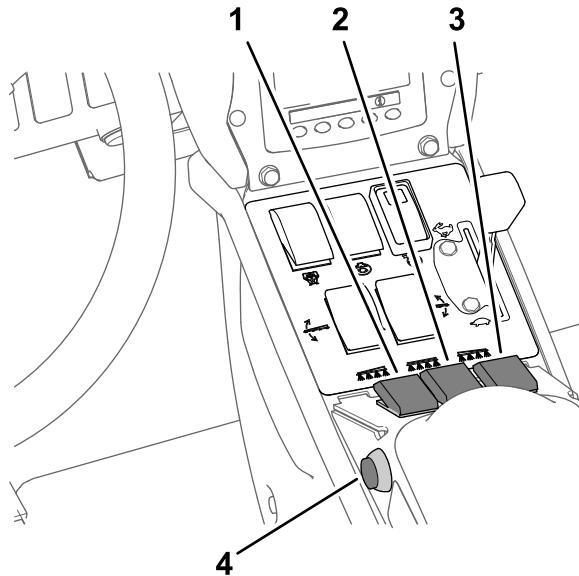

図 39
7. 個別ブームスイッチを ON にセットする図 39。
10. 走行を開始し、所定速度に達したらマスターームスイッチを ON にすると散布が始まる図 39。
3. マスターームスイッチを OFF にセットする図 39 散布率モードでの散布 (ページ 34) を参照。
7. 散布したいブームのスイッチを ON 位置にする図 39 散布率モードでの散布 (ページ 34) を参照。
9. 希望速度で走行し、マスターームスイッチを ON にすると散布が始まる図 39 散布率モードでの散布 (ページ 34) を参照。